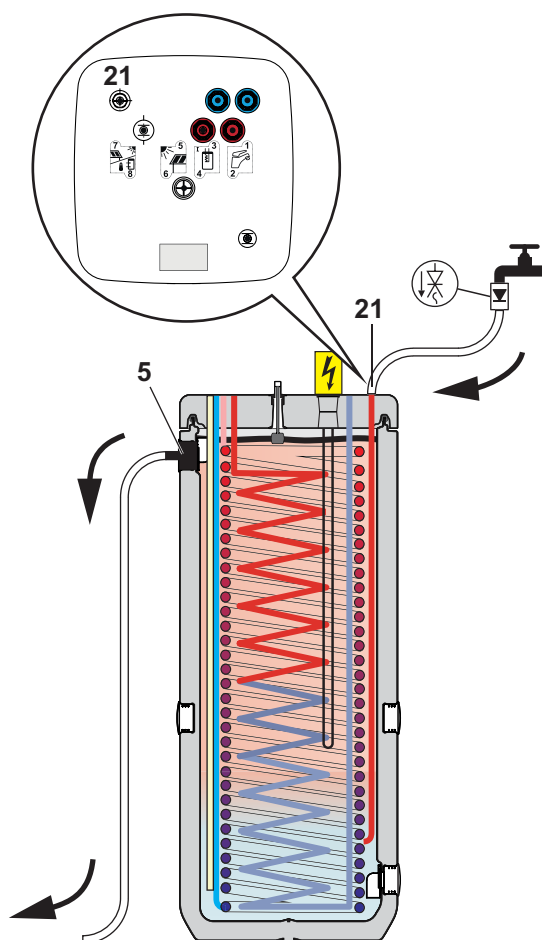

Fig. 3-4 Remplissage du ballon tampon - sans $p=0$ système solaire et sans raccord de remplissage KFE
- Raccorder le tuyau de remplissage avec clapet anti-retour (1/2") sur le raccord « DrainBack solaire – alimentation » (voir fig. 3-4, rep. 21).
- **Remplir le réservoir du ballon du Daikin EKHWP avec de l'eau au niveau du trop-plein de sécurité** (fig. 3-4, rep. 5).